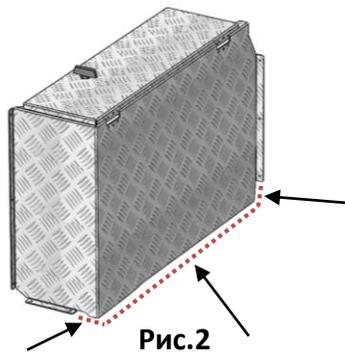

Рис.2
4. На нижнюю кромку арок-карманов суперклеем приклеить уплотнитель из комплекта монтажа (рис.2). Уплотнитель обрезать по месту.